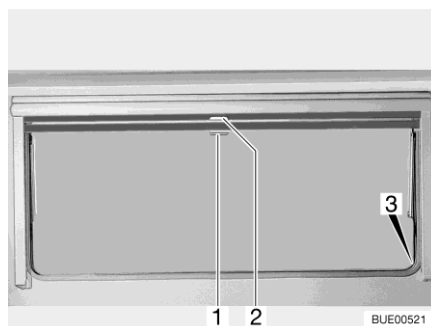

Bild 77 Överkantshängt fönster
- Drag ned mörklägningsrullgardinen med handtaget (Bild 77,2). När mörklägningsrullgardinen dras ned helt fäster man det man i spärrarna (Bild 77,3) på båda sidorna på fönsterkarmen.
- När mörkläggningsrullgardinen är helt stängd: Tryck ned handtaget (Bild 77,2) och drag det något inåt. Haka av mörkläggningsrullgardinen från spärrarna till vänster och höger på fönsterkarmen.
- När mörkläggningsrullgardinen är i mellanläget: Drag handtaget (Bild 77,2) lätt nedåt tills spärren släpper.
- Drag ner insektsnätet med handtaget (Bild 77,1) och fäst det i spärrarna (Bild 77,3) på båda sidorna av fönsterkarmen.
- Tryck ned handtaget (Bild 77,1) och drag det något inåt. Haka av insektsnätet från spärrarna till vänster och höger på fönsterkarmen.